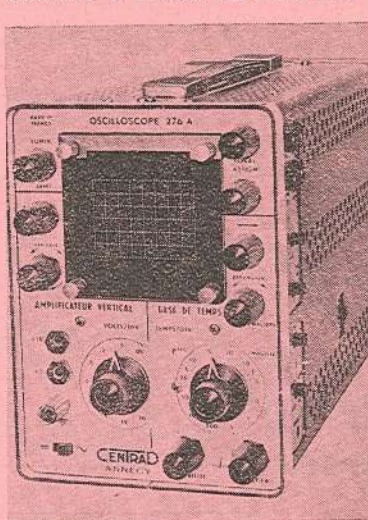
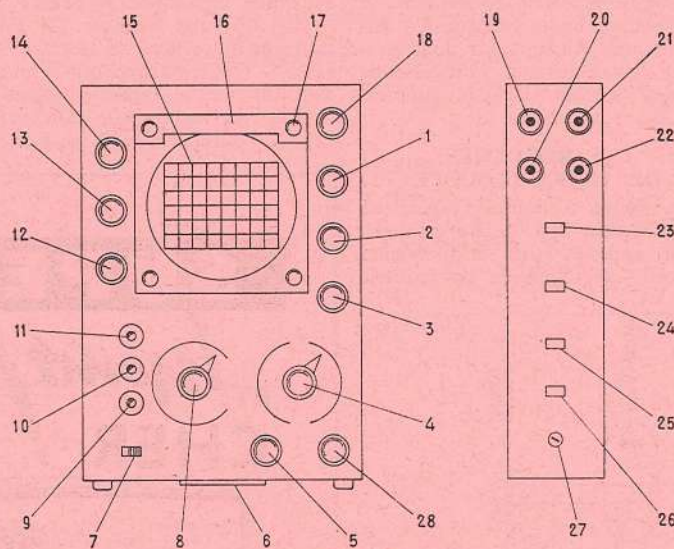

Fig. 5
Fig. 6
(29) *5° Inverseur*. — (Non représenté sur la figure 6). Ampli de synchronisation - La position du haut marquée « NORMAL » le met hors service. La position du bas marquée « T.V. » le met en service. Cet inverseur est visible sur la figure 5 vers le milieu du panneau de droite du coffret.